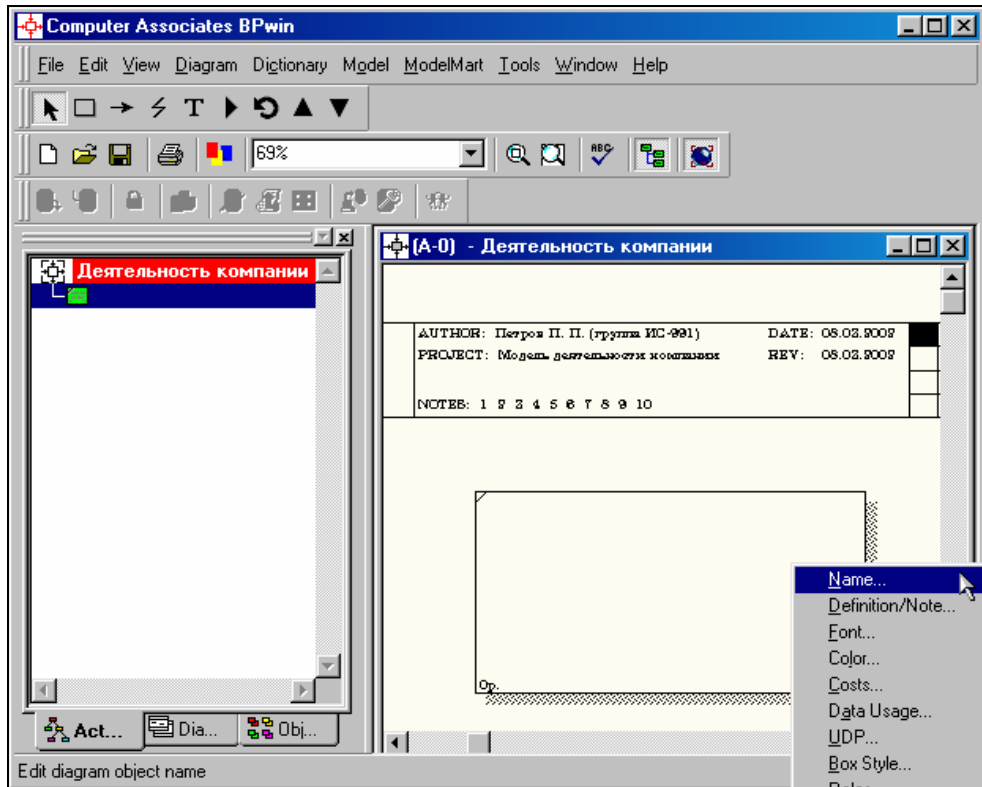

Рисунок 2.8 – Контекстное меню для работы с выбранной опцией *Name*
- В контекстном меню выберите опцию **Name** (рисунок 2.8);